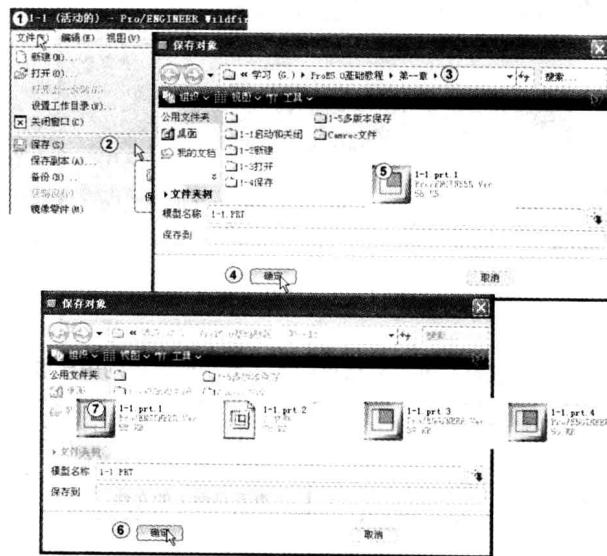

图 1-14 保存文件
(2) 保存文件
单击菜单“文件”→“保存”命令，也可以单击工具栏中的“保存”图标，可将当前工作窗口中的模型保存到选定的磁盘位置，操作过程如图 1-14 所示。得到如图 1-14 中⑤所示的零件 1-1.prt.1。在 Pro/E 5.0 中对同一零件再次保存的话，并不会覆盖第一次保存的零件，而是以不同的末尾数字序号保存多个文件，在本例中，如图 1-14 中⑦所示为零件 1-1 保存 4 次的结果，文件名末尾的数字序号从 1 开始依次向后排列。